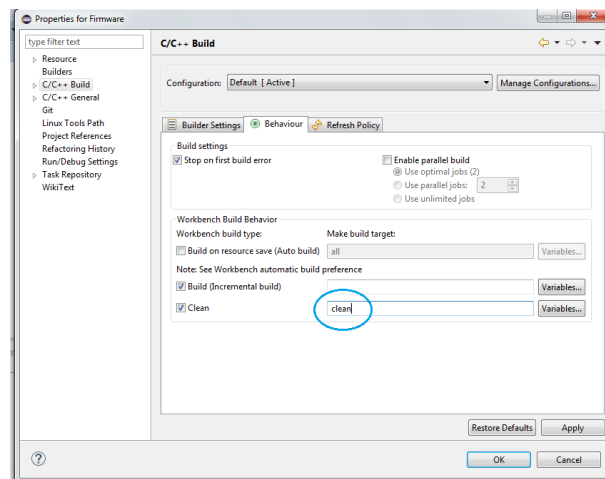

Figura 26: Cambio de “clean\_generate” a “clean”.
- Para la compilación y depuración del programa mediante el IDE del Firmware, se debe colocar sobre la carpeta Firmware y mediante click derecho, el usuario debe ubicarse en *Propiedades* → *C/C++ Build* → *Behaviour*. A continuación debe modificar sobre la rama *Clean*, y reemplazar la palabra *Clean\_generate* por *clean*, como puede apreciarse en la Figura 26.